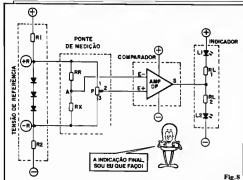

Fig. 5
- FIG. 5 - "CHAPEADO" DA MONTAGEM - Ainda em tamanho natural, a placa é agora vista pelo seu lado não cobreado, todas as principais peças já colocadas em suas posições... Observar bem a acomodação do Integrado (extremidade marcada voltada para o resistor de 3K3...) bem como o posicionamento dos três diodos (todos eles com o terminal de catodo - marcado pelo anel contrastante - voltado para o conjunto de resistores de referência...). Quanto aos resistores, o cuidado deve ser dirigido a "não errar" suas posições com relação aos seus valores, já que qualquer troca ou inversão "bagunçará" todo o funcionamento do circuito (já está mais do que na hora de todos Vocês terem decorado o velho e fadigado CÓDIGO DE CORES...). As várias ilhas periféricas (situadas nas bordas da placa), devidamente codificadas, e "sem ligação", na figura, destinam-se às conexões externas, visualmente detalhadas na próxima ilustração... Terminadas, porém, as soldagens de componentes diretamente à placa, todas as ligações devem ser cuidadosamente conferidas, para só então cortar-se as "sobras" de terminais pelo lado cobreado (as "perninhas" do integrado, como são bem curtas, não precisam ser "amputadas" depois de soldadas...).